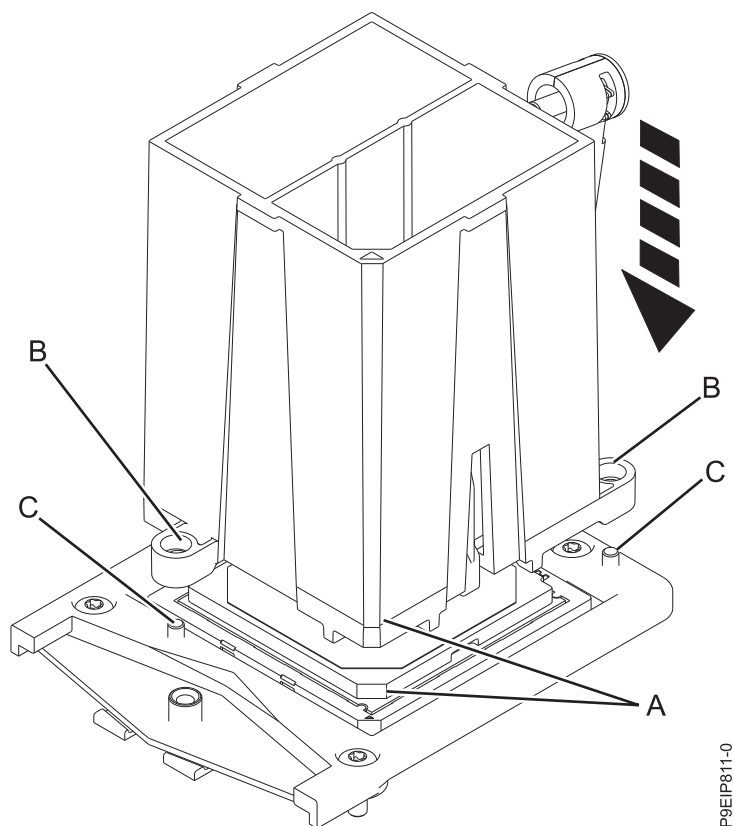

Figura 64. Instalando o módulo de processador do sistema
7. Abaixar a ferramenta e o módulo de processador do sistema no soquete. Alinhe o canto chanfrado (A) da ferramenta com o canto chanfrado do soquete, conforme mostrado na Figura 64 na página 64. Assegure-se de que os dois pinos guia (C) sejam inseridos nos orifícios de alinhamento (B) em cada lado da ferramenta. Tenha cuidado para abaixar a ferramenta nivelada sem incliná-la. Não tente deslizar a ferramenta e o módulo de processador do sistema em qualquer direção enquanto o módulo de processador do sistema estiver tocando no soquete. Se a ferramenta e o módulo de processador do sistema não estiverem alinhados com os pinos guia, levante a ferramenta e o módulo e reposicione-os.